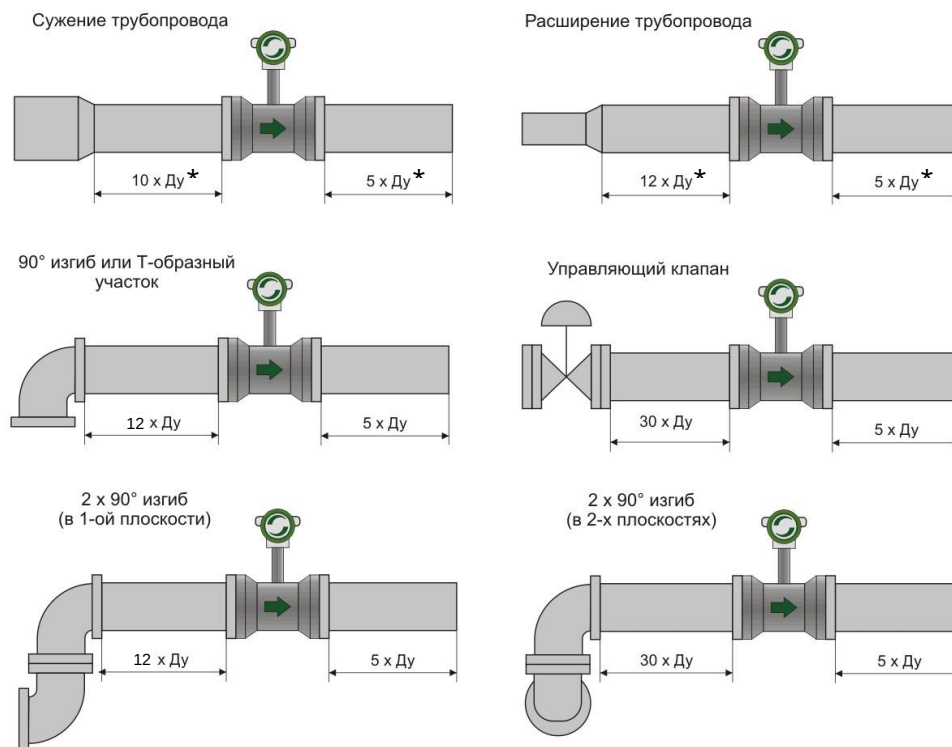

Рисунок 2.5 - Требуемые прямые участки трубопроводов**
- 2) При монтаже должны быть обеспечены требуемые длины входных и выходных прямолинейных участков. В зависимости от наличия сужений, расширений, изгибов труб, регулирующих механизмов или устройств, находящихся выше по потоку от места установки прибора, длины прямолинейных участков до и после преобразователя должны быть не менее величин, указанных на **рис. 2.5**.